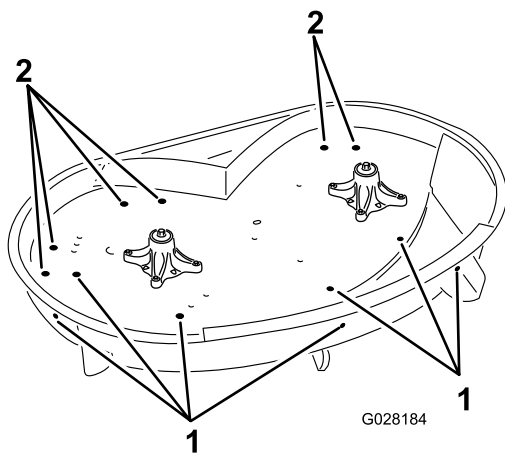

Figura 4
- Localice los taladros ilustrados en Figura 4 y proceda de la siguiente manera: